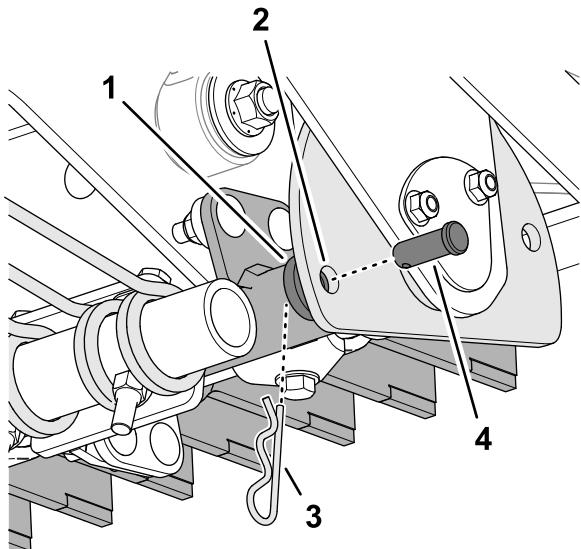

Figura 14
3. Retire el pasador de horquilla y el pasador que sujetan el brazo del apero combinado a la placa de selección de ángulo (Figura 14).